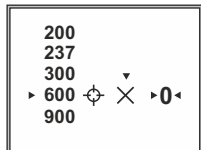

Рис.7
- Максимальное количество запоминаемых дистанций для пристрелки – пять (рис.7).
- Для удаления дистанций выберите пункт \times (см. рис.7). Нажмите энкодер для удаления.